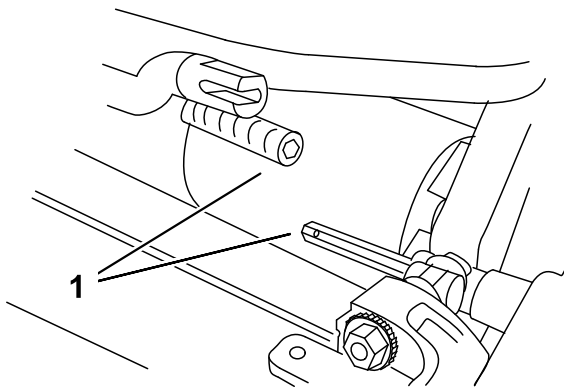

図 5
3. カッティングユニットをトラクションユニットの下に押し込み、次に左に押してトランスミッションのカップリングに接続する図5。